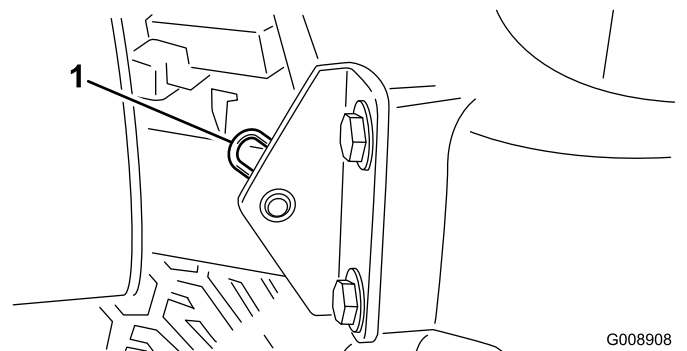

Figure 34
- Retirez la goupille fendue qui fixe le pivot de capot aux supports (Figure 34).